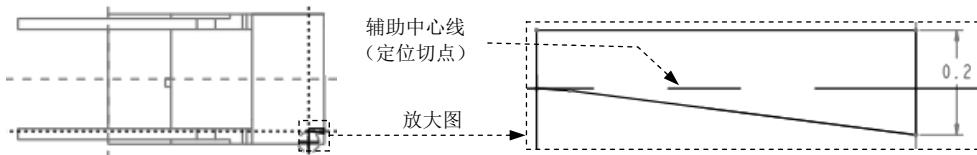

图 19.14 截面草图
(3) 选择 **视图** 功能选项卡 **模型显示** ▾ 区域中的“显示样式”按钮 , 按下 隐藏线 按钮, 将模型的显示状态切换到虚线线框显示方式。
(4) 进入草绘环境后, 选取 MOLD_FRONT 基准平面和 MAIN_PARTING_PLN 基准平面为草绘参考, 利用“使用边”命令绘制图 19.14 所示的截面草图; 完成特征截面的绘制